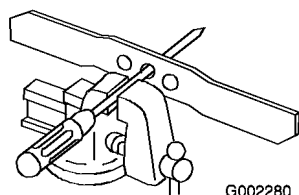

Figura 34
1. Compruebe el equilibrio de la cuchilla colocando el taladro central de la cuchilla sobre un clavo o el palo de un destornillador fijado horizontalmente en un torno de banco (Figura 34).